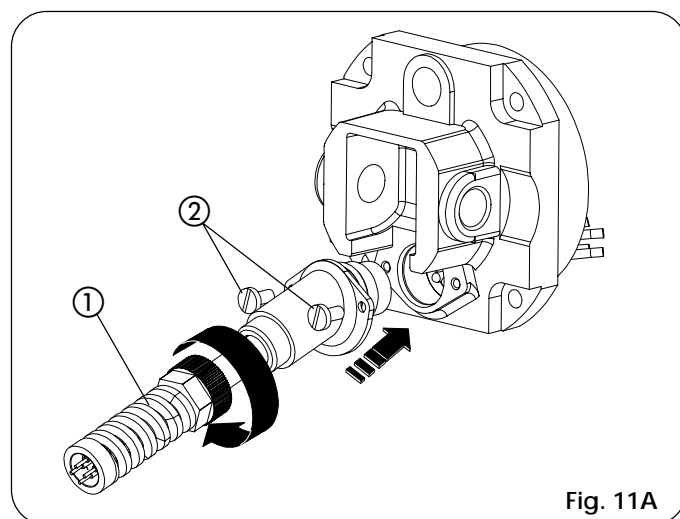

Fig. 11A
- A) Zet de twee antivibratie-afstandsstukken ② op de voorste flens.
- B) Zet de kap erin door hem met kracht in het achterste deksel ① te drukken.
- C) Zet de kap vast met de zelftappende schroef ③.
- D) Zet het voorste deksel ⑤ op de kap en zet hem vast met de FIX-dop ④.
- 12) Monteer de knikbescherming voor de elektriciteitskabel (ref. ①, Fig. 11A).
- Sluit de voedingskabel van de aandrijving aan (Fig. 11A).
- Haal de schroeven aan (ref. ②, Fig. 11A).